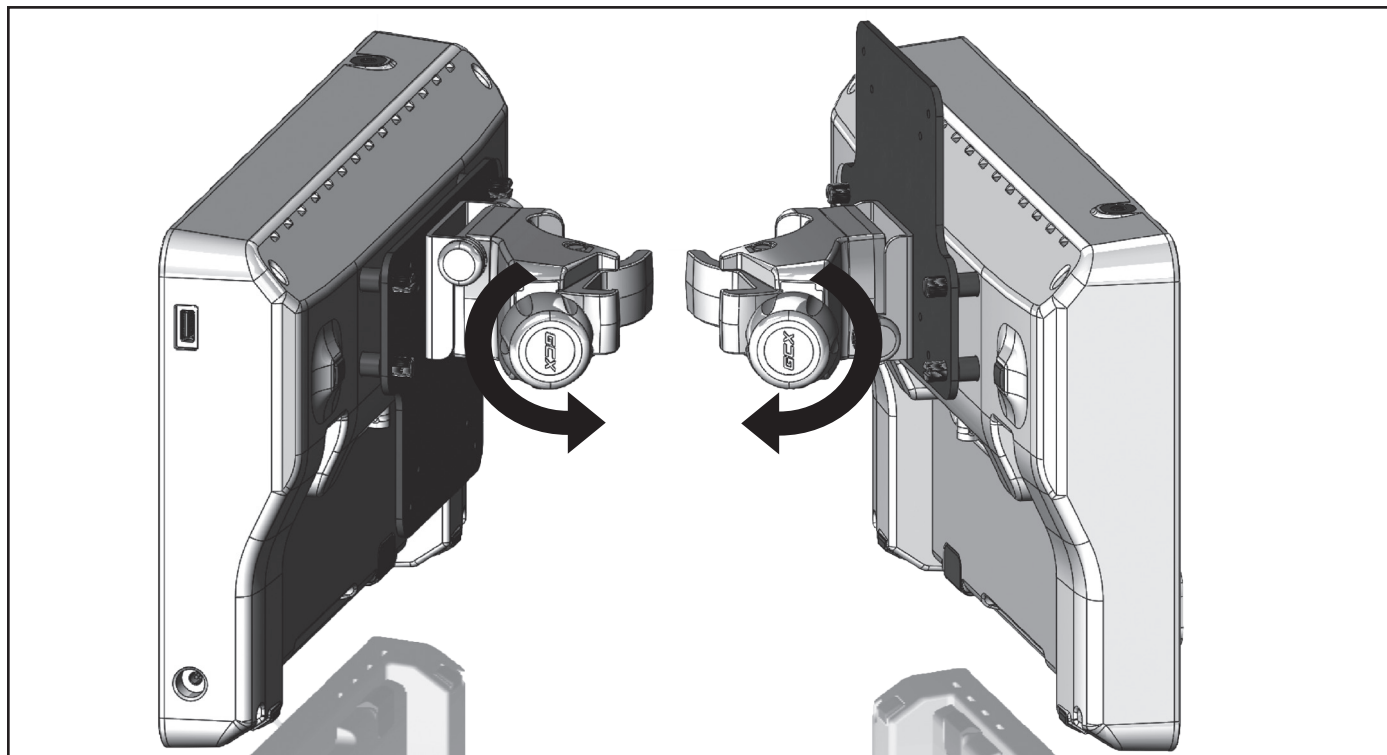

Figure 16. Rotation de la pince
5. Faire tourner la poignée de la pince (figure 16) pour desserrer la pince.